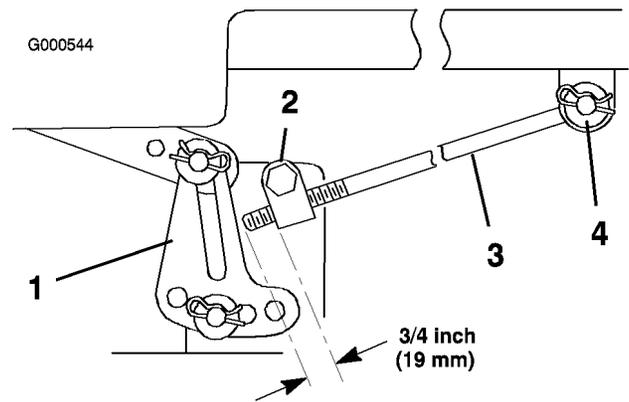

Figura 44
- Misurate la sporgenza dell'asta dal blocco di regolazione ai lati del telaio (Figura 44).
- Se l'asta **non** è lunga 19 mm, togliete la coppiglia a forcina e la rondella dall'estremità dell'asta di regolazione (Figura 44) e girate l'asta fino ad ottenere la lunghezza di 19 mm.